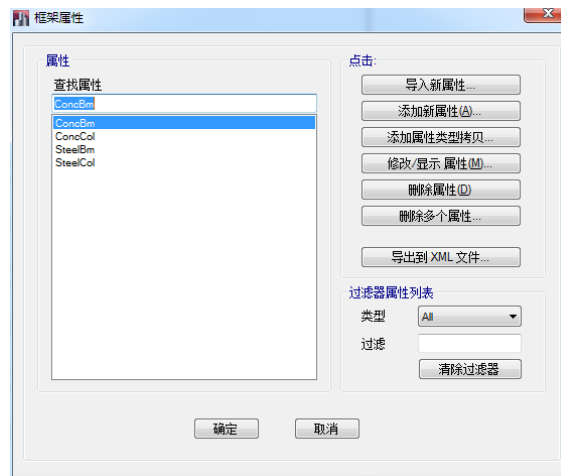

图 3-1 框架属性对话框
1. 点击**定义>截面属性>框架截面**命令，弹出如图 3-1 所示的**框架属性**对话框。